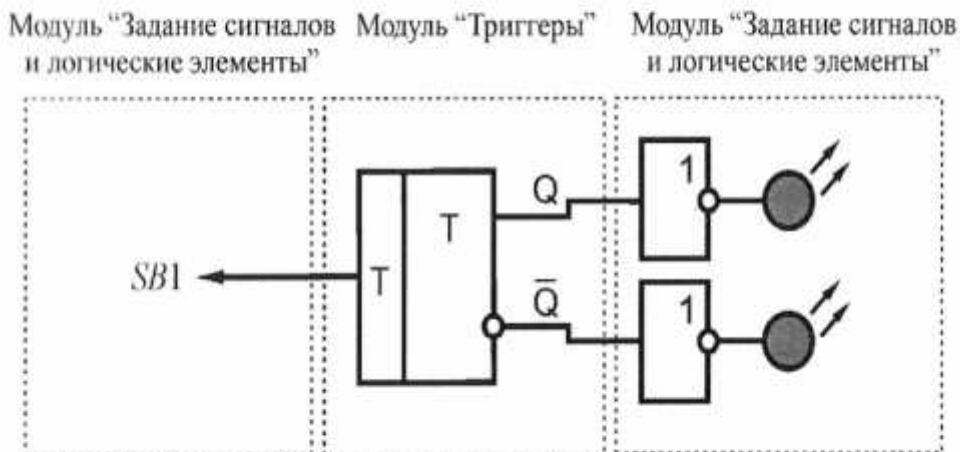

Рис. 5.14. Схема электрическая соединений лабораторных модулей для изучения работы T -триггера
7. Согласно рис. 5.14 выполнить электрические соединения модулей для изучения работы T -триггера. **Монтаж схемы производить при отключенных автоматических выключателях и переключателях питания.**
Состояния выходов Q и $\bar{Q}$ триггера контролировать при помощи светодиодов на выходе буферных элементов (рис. 5.14). Подавая импульсы на вход T триггера (нажимая кнопку $SB1$) наблюдать последовательное переключение состояния триггера.